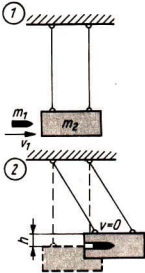

Bild 27
- 3.50 Zur Messung der Geschößgeschwindigkeit schießt man ein Geschoß, das die Masse  $5,0 \text{ g}$  hat, in einen pendelnd aufgehängten Holzklotz, der dadurch aus der Ruhelage ausgelenkt wird. Das Geschoß bleibt im Klotz stecken (ballistisches Pendel, Bild 27). Berechnen Sie die Geschößgeschwindigkeit unter der Voraussetzung, daß der Klotz eine Masse von  $2,5 \text{ kg}$  hat und beim Pendeln eine Höhe von  $50 \text{ mm}$  über der Ruhelage erreicht.